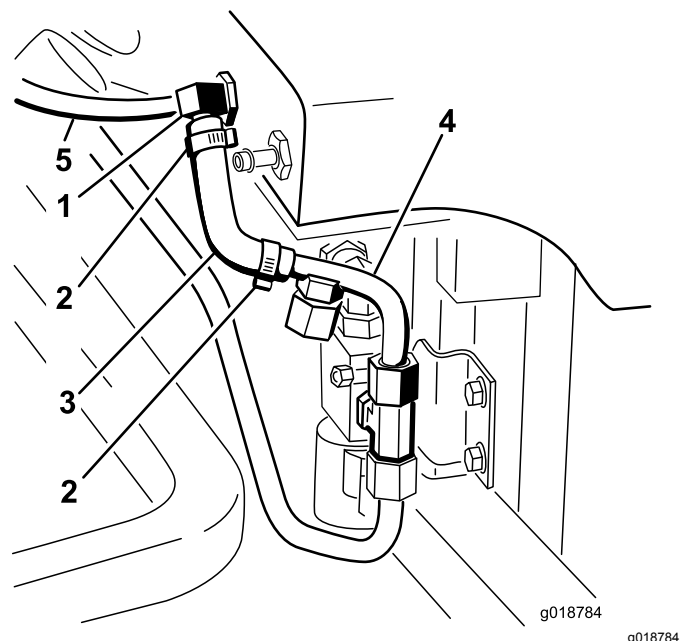

Figura 32
11. Fate scorrere le 2 fascette stringitubo piccole sul flessibile idraulico sagomato piccolo (Figura 32).
12. Collegate il tratto lungo del flessibile sagomato al raccordo a T a 90° sul serbatoio idraulico (Figura 32).
13. Collegate il tratto corto del flessibile sagomato alla terminazione a resca del tubo idraulico numero 4 (Figura 32).
15. Collegate, senza serrarlo, il tubo (flessibile) idraulico numero 5 al raccordo a T a 90° piccolo (Figura 32).